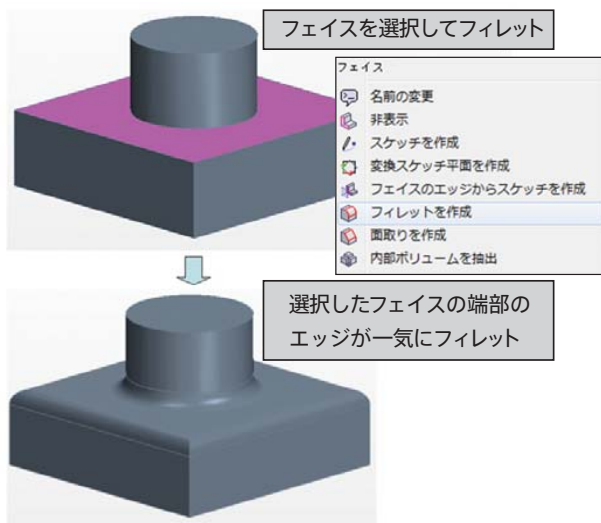

図1 フェイスを選択してからのフィレット
**A** STAR-CCM+ v6.04から、フェイスを選択してからフィレット／面取りを実行することで、選択したフェイスの端部のエッジにフィレット／面取りを作成することができるようになりました。詳細の設定は、図1をご参考ください。